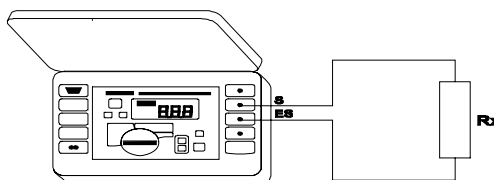

Рис.6. Двухполюсная схема для измерения сопротивления
1. Подключить измерительные провода к измерительным гнездам **2** и **3** с обозначениями „S” и „ES” соответственно (Рис.6).